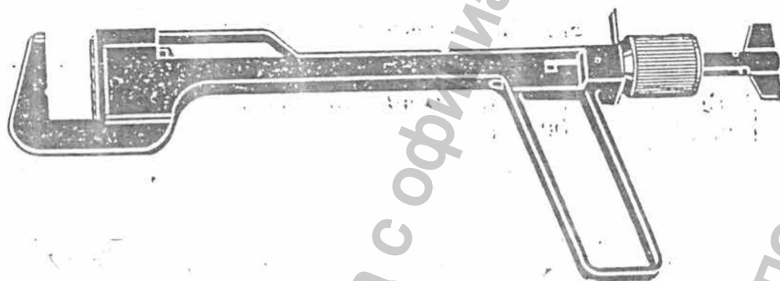

Рис. 1. Ушиватель бронхов УБ
1.1. Ушиватели бронхов УБ-25 и УБ-40 (в дальнейшем — ушиватель) предназначены для ушивания культи бронхов механическим однорядным частокольным швом при резекции легкого (рис. 1).